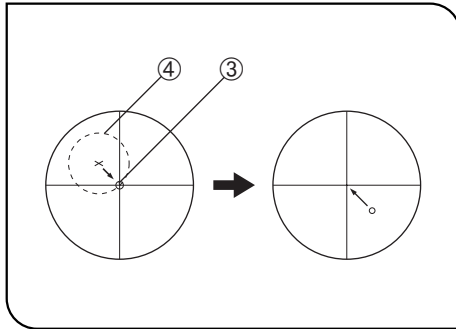

Fig. 28
10. Centrering av vridbart korsbord (Fig. 28 & 29)